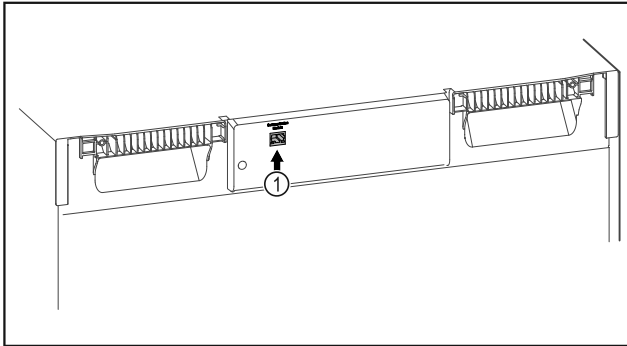

Fig. 106
- ☐ Το SmartModule Fig. 106 (1) χρησιμοποιείται.